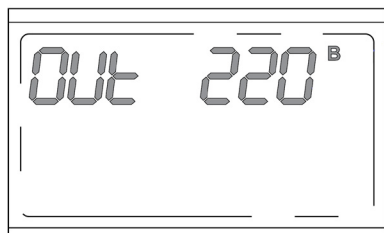

Рисунок 32. ЖК-дисплей в режиме настройки выходного напряжения
1. Двойным быстрым нажатием кнопки  перевести ЖК-дисплей в режим настройки выходного напряжения (**рисунок 32**).
жение ON («I»)) и двойным быстрым нажатием кнопки  перевести ЖК-дисплей в режим настройки выходного напряжения (**рисунок 32**).